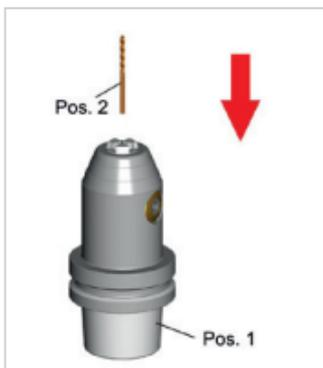

Abbildung 2: Werkzeug einfügen
- Schieben Sie das Werkzeug (Pos. 2) mit dem Schaft voraus bis zum Anschlag in die Aufnahmebohrung des MICRO Spannftutters (siehe „Abbildung 2: Werkzeug einfügen“).